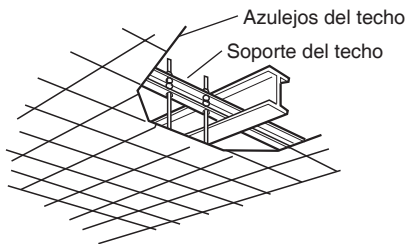

Fig. 3-4
- Utilizar los soportes existentes del techo o construir un soporte adecuado (fig. 3-4).